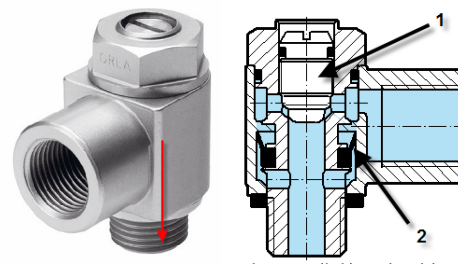

Fig. 24. Régulateur de vitesse
La direction dans laquelle le débit est régulé est indiquée avec la flèche rouge (Fig. 24). L'aiguille de réglage (1) permet de régler le débit d'air qui passe du vérin vers le distributeur, le clapet anti-retour (2) permet le libre passage de l'air vers le vérin.